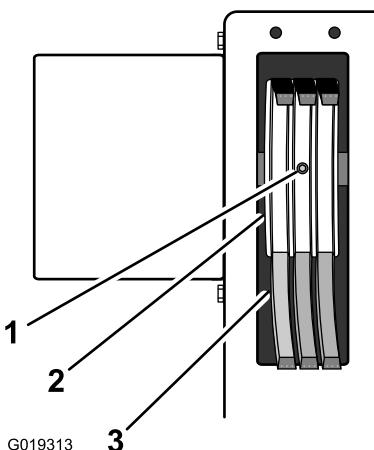

Figure 54
- A. Tirez la poignée du lanceur du moteur jusqu'à ce qu'il soit possible d'accéder au trou de la vis de réglage au centre de la gorge centrale de courroie trapézoïdale de la poulie (Figure 54).
- Desserrez la vis de réglage (Figure 54).
- Serrez la vis de réglage (Figure 54).